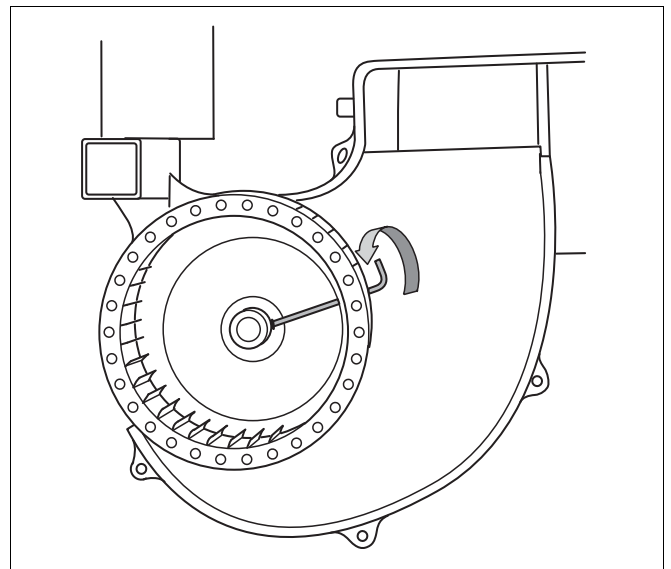

Рис. 67 Снятие крыльчатки
На крыльчатке вентилятора есть отверстие под ключ для внутреннего шестигранника (рис. 67).
- Отверните крыльчатку вентилятора (рис. 67) ключом под внутренний шестигранник 4 мм и снимите ее с вала.